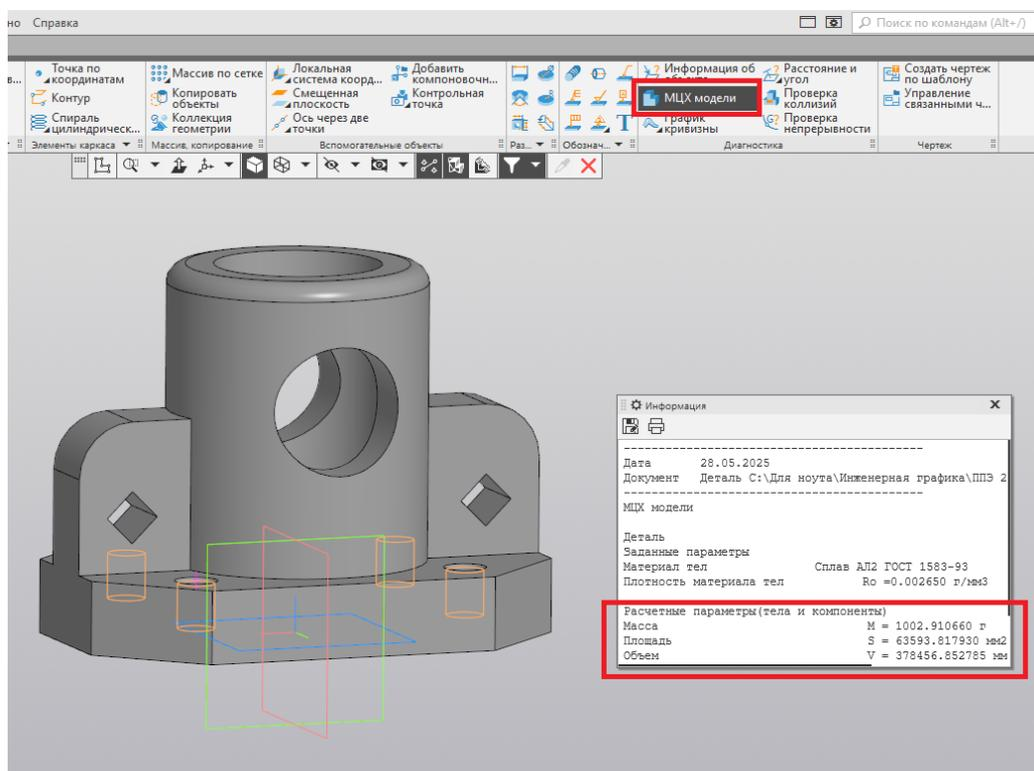

Рис. 119
4. Площадь и объём модели детали получаем при использовании команды «МЦХ модели» (рис. 119).